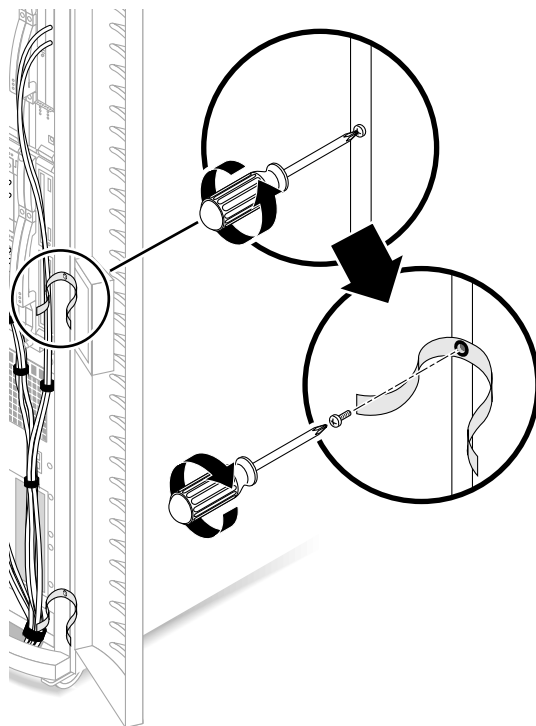

図 8 正面ドアの保守ストラップ
2. 45.7 cm (18.0 インチ) の緑のケーブルストラップ (No. 6) を取り付けて、M4×10 ねじで固定します (図 8)。